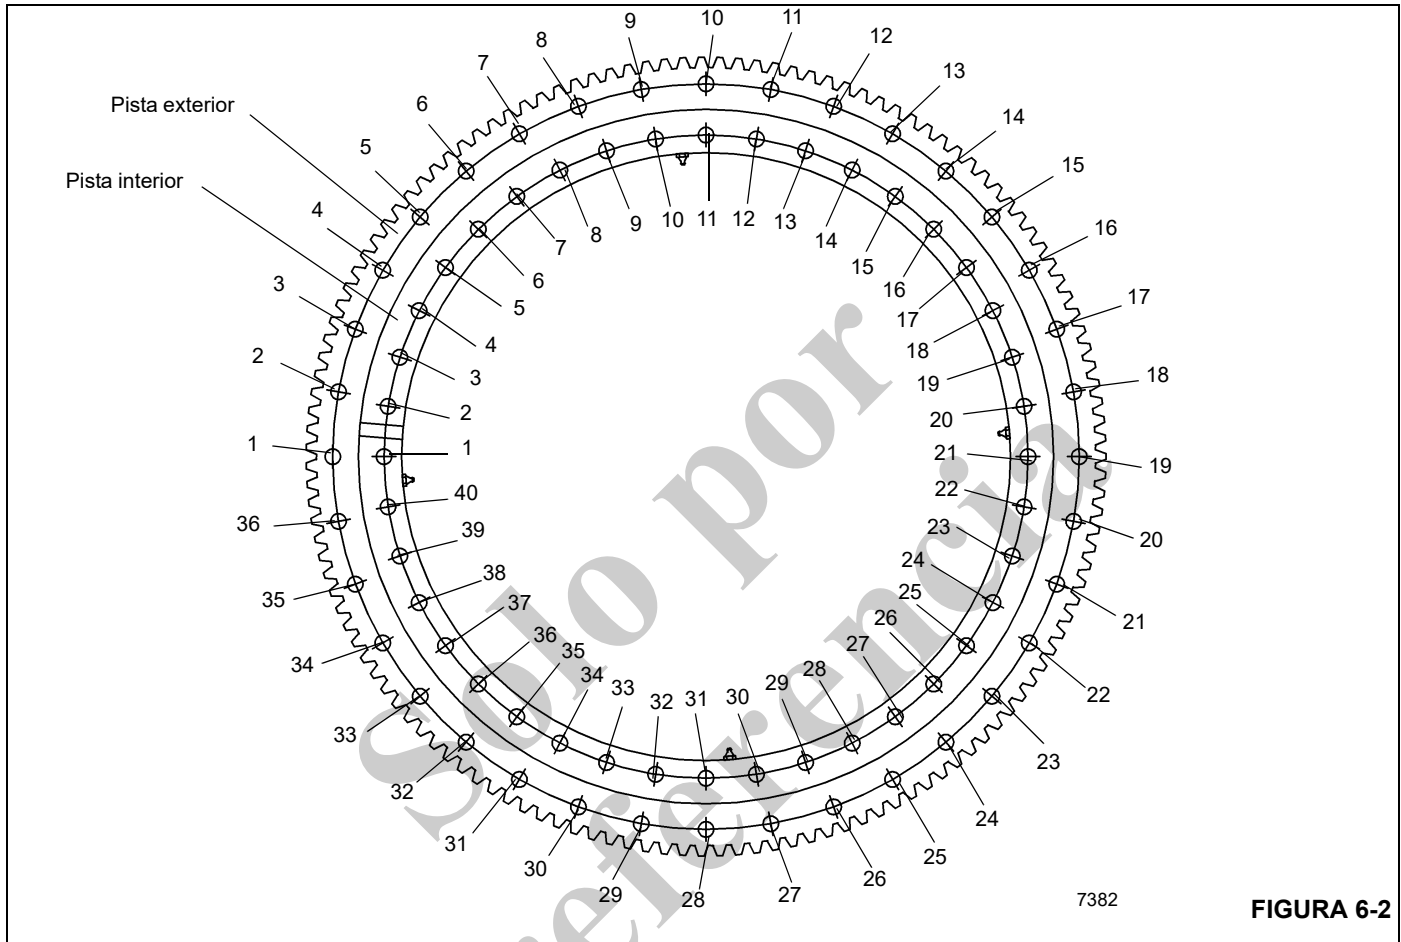

FIGURA 6-2
2. Apriete ocho pernos al 80 % de su valor de apriete especificado siguiendo el siguiente patrón de secuencia: 11, 31, 21, 1, 16, 36, 26 y 6 (Figura 6-2). Las herramientas utilizadas son el casquillo, llave multiplicadora, adaptador de juego entre dientes, las extensiones que sean necesarias y una llave torsiométrica.
2. Apriete ocho pernos al 80 % de su valor de apriete especificado siguiendo el siguiente patrón de secuencia: 10, 28, 19, 1, 15, 33, 24 y 6 (Figura 6-2). Las herramientas utilizadas son el casquillo, llave multiplicadora,